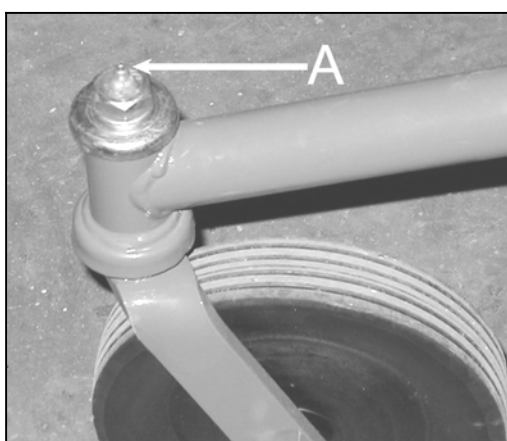

Figure 21
- Graissez le pivot de la roue avant (figure 21, repère A) avec de la graisse au bisulfure de molybdène NLGI N°2. Nettoyez puis donnez un ou deux coups de pompe à graisse. Ne laissez pas la graisse en excès autour des pièces particulièrement en zone sableuse.